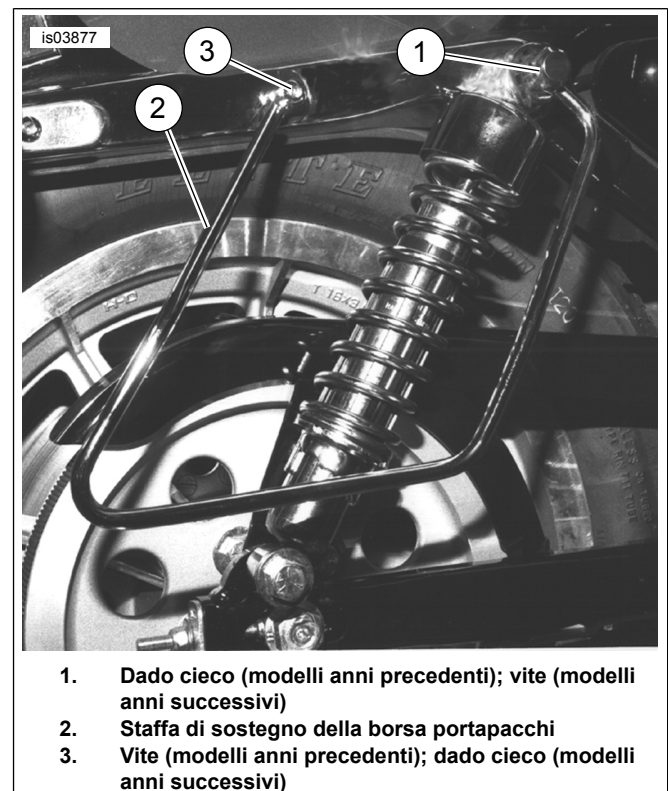

Figura 2. Installazione staffa di sostegno della borsa portapacchi morbida
3. Vedere Figura 2. Rimuovere il bullone a testa bombata originale nella posizione più avanzata e il relativo dado (in 3) dal coperchio del sostegno del parafrangente. Eliminare il bullone ma tenere da parte il dado per installarlo in seguito.
3. Vedere Figura 2. Rimuovere il bullone a testa bombata originale nella posizione più avanzata e il relativo dado (in 3) dal coperchio del sostegno del parafrangente posteriore. **Sui modelli dal 2000 al 2003 compreso**, eliminare il bullone, ma tenere da parte il dado per installarlo successivamente. **Sui modelli 2004 e anni successivi ECCECETO XL 1200N**, gettare via il bullone e il dado. **Sui modelli XL 1200N**, eliminare il bullone, ma tenere da parte il dado per installarlo successivamente.